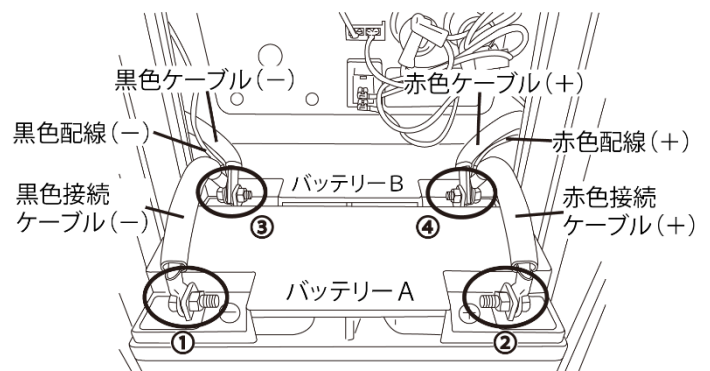

図4
パワー・ステーションWの場合：8mmのレンチなどを使用して、①黒色接続ケーブル（-）側のボルト・ナットをバッテリーAの-端子から取り外してください。続いて、②赤色接続ケーブル（+）側のボルト・ナットをバッテリーAの+端子から取り外し、バッテリーAをパワーステーション本体から取り外してください。（図4参照）。
バッテリーBについても、③黒色ケーブル（-）、黒色配線（-）側のボルト・ナットをバッテリーBの-端子から取り外してください。続いて、④赤色ケーブル（+）、赤色配線（+）側のボルト・ナットをバッテリーBの+端子から取り外し、バッテリーBをパワーステーション本体から取り外してください。（図4参照）。